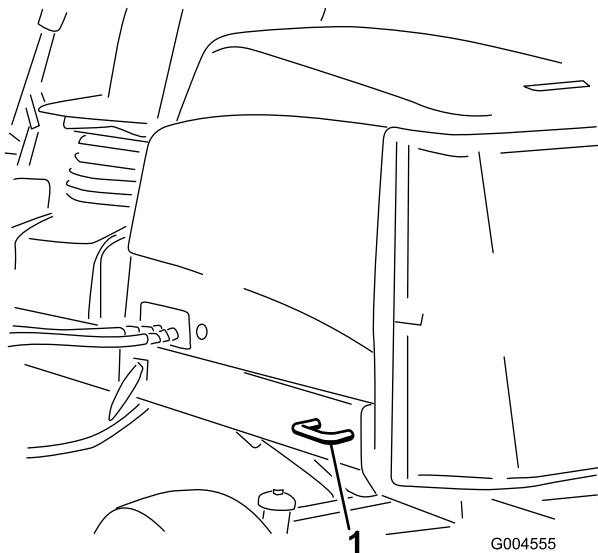

Bild 38
- Hinten: Jede Maschinenseite am hinteren Rahmen (Bild 38).